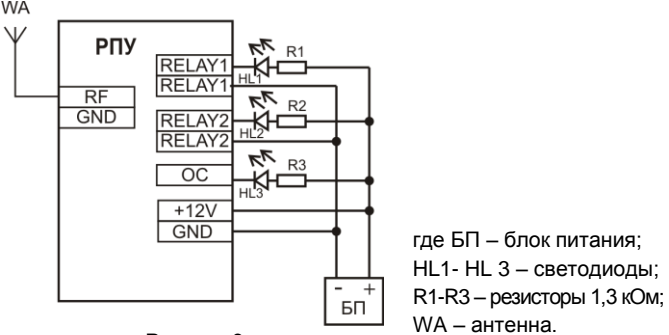

Рисунок 3
8.5.1 Подключить РПУ согласно схеме проверки (рисунок 3).